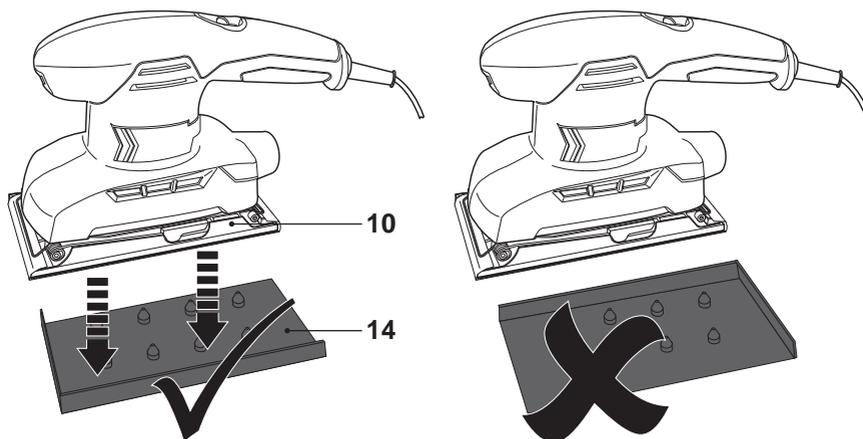

Fig. 8
- > Enfoncez l'outil sur le perforateur [14] (Fig. 8).